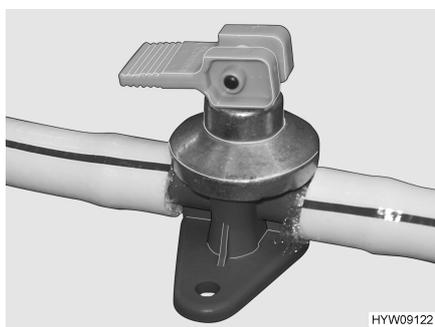
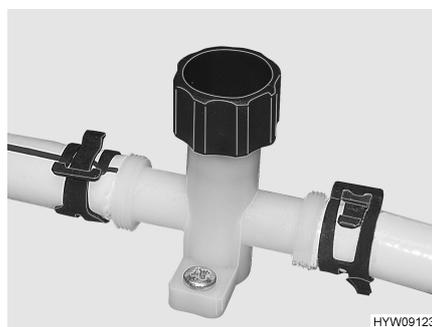

Fig. 74 Rubinetto di scarico con leva a bilanciere
Fig. 75 Rubinetto di scarico con manopola
- Aprire tutti i rubinetti di scarico (Fig. 74 o Fig. 75).